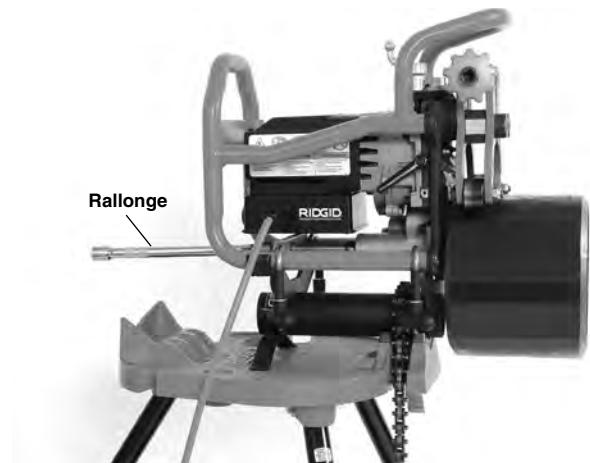

Figure 10 – Tuyau de moins de 12" de long et d'un poids inférieur à 50 livres sur machine fixe
8. Engagez la rallonge 1/2" de 10" fournie dans le carré de la machine à biseauter (Figure 10).
9. Lors du biseautage des tuyaux de moins de 12" (30 cm) de long et d'un poids inférieur à 50 livres (22 kg), il n'est pas nécessaire de prévoir de porte-tubes pour soutenir le tuyau tant que la machine à biseauter et l'étau portatif TRISTAND sont stables et bien arrimés. Le tuyau est positionné directement sur le galet d'entraînement et retenu par les galets de guidage (Figure 10).
Vérifiez la préparation et l'installation de la machine à biseauter, des porte-tubes et du tuyau (se reporter aux Figures 10, 12 et 13).